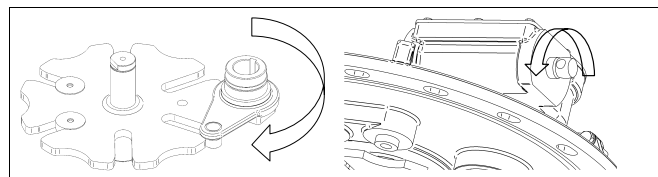

рис. 127
1) Поверните приводной вал верхнего редуктора вручную до упора (до тех пор, пока вращение не будет затруднено,). **рис. 127**